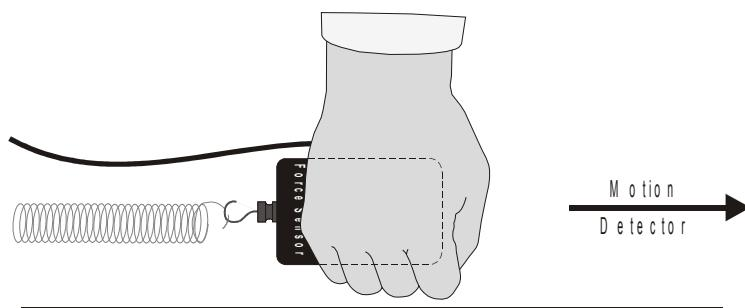

Figure 3
16. Markieren Sie mit Klebeband das vordere Ende des Kraftsensors auf dem Tisch. Der Startpunkt ist so zu wählen, dass die Feder entspannt ist. Halten Sie den Kraftsensor wie in Figure 3. Der Bewegungsmesser misst nun die Distanz zu Ihrer Hand, nicht zum Kraftsensor. Halten Sie Ihren Arm so, dass er die Distanzmessung nicht verfälscht. Klicken Sie . Im Dialog der nun erscheint wählen Sie nun beide Sensoren an. und klicken Sie . Logger Pro verwendet nun ein Koordinatensystem welches positiv ist auf den Bewegungsmesser *zu* und den Ursprung beim Kraftsensor hat.